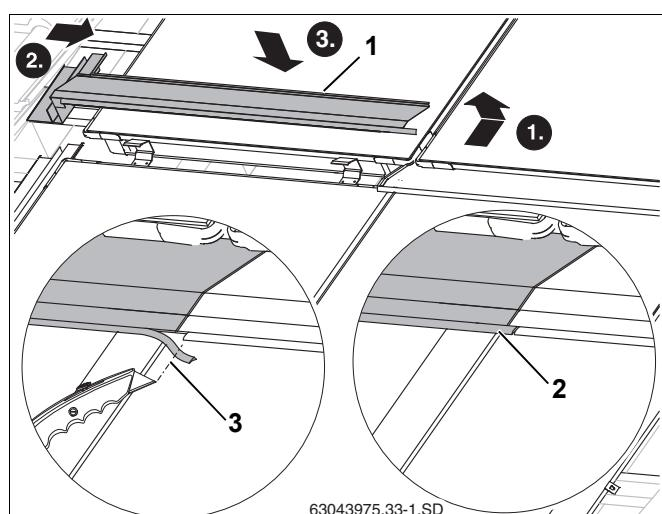

Рис. 54 Укладка левого среднего накладного листа
- ▶ Отогнутый край левого накладного листа (рис. 54, **поз. 1**) уложите так же, как и для правого листа в раму коллектора.
- ▶ Укоротите резиновый язычок настолько (рис. 54, **поз. 3**), чтобы он уперся в резиновый язычок правого накладного листа.
- ▶ Вставьте резиновый язычок левого накладного листа в фальц правого накладного листа (рис. 54, **поз. 2**).